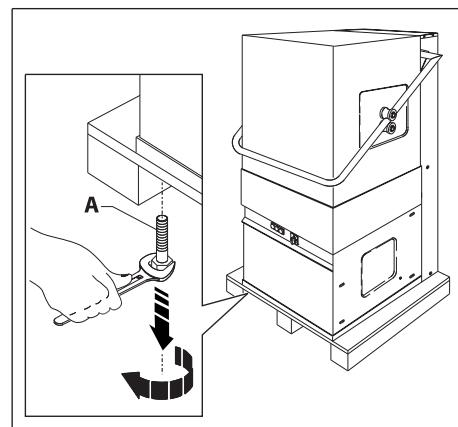

Рис. 3
2. Открутите два винта A, крепящие машину к транспортировочному поддону (рис. 3)